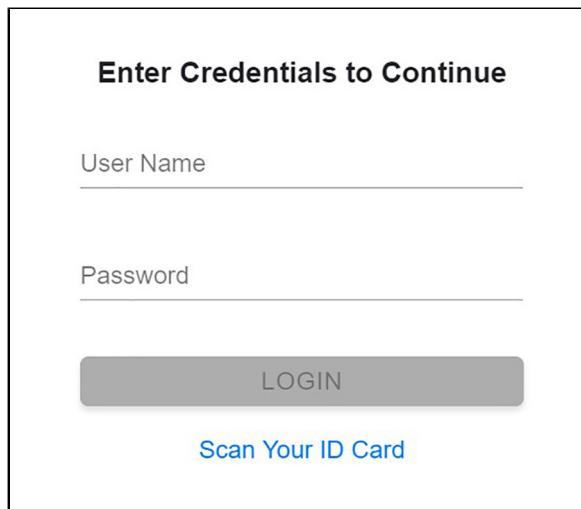

Figure 19. Écran Saisir les identifiants de connexion pour continuer (Enter Credentials to Continue)
- Selon votre configuration, l'écran Saisir les identifiants de connexion pour continuer (Enter Credentials to Continue) peut s'afficher (voir la Figure 19). Si cette option est activée, vous pouvez vous connecter en scannant votre identifiant institutionnel. Sinon, entrez manuellement votre nom d'utilisateur et votre mot de passe et appuyez sur **CONNEXION (LOGIN)** pour continuer.